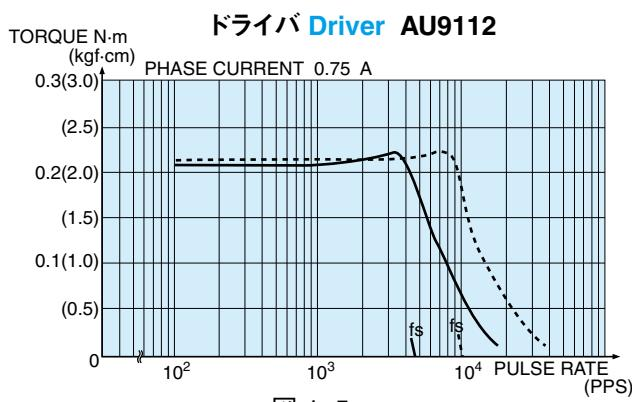
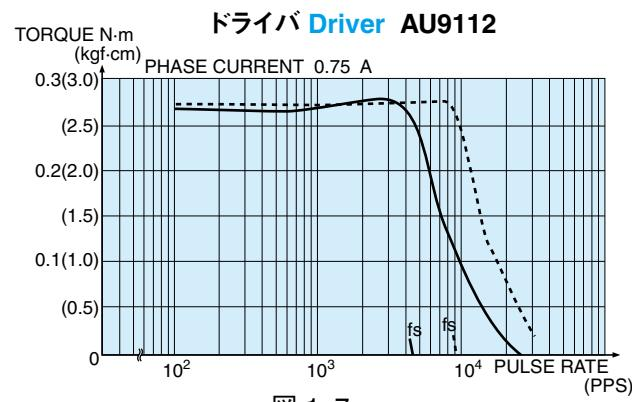
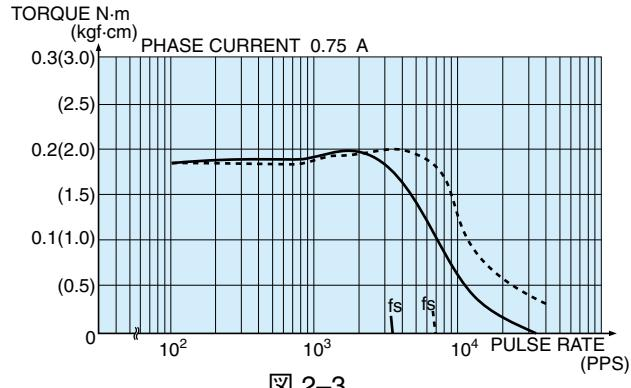
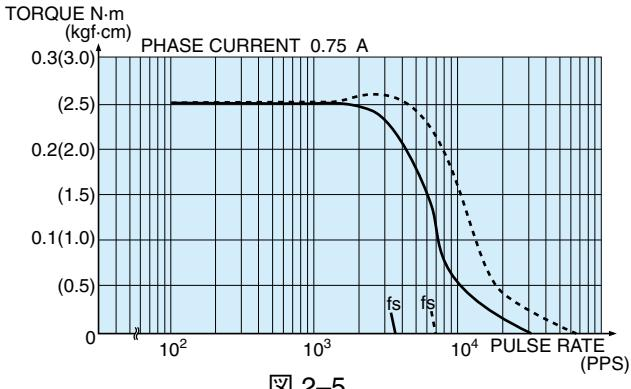

図 1-5
図 1-7
図 2-3
図 2-5
| TS3667N2E5 | TS3667N12E5 | 0.72 | 1.65 | 0.75 | 2.2 | 0.18 (1.8) | 39 | 54 | 0.24 | 図 1-5 Fig. | 図 2-3 Fig. | — | — |
| TS3667N3E7 | TS3667N13E7 | 0.72 | 1.65 | 0.75 | 2.2 | 0.24 (2.4) | 47 | 68 | 0.31 | 図 1-7 Fig. | 図 2-5 Fig. | — | — |
| TS3624N2E3 | TS3624N22E3 | 0.72 | 2.55 | 0.75 | 3.4 | 0.6 (6.0) | 56.5 | 220 | 0.7 | 図 1-3 Fig. | 図 2-3 Fig. | 図 3-3 Fig. | —— |
| TS3624N3E5 | TS3624N23E5 | 0.72 | 2.52 | 1.4 | 1.8 | 1.3 (13) | 86.5 | 440 | 1.2 | 図 1-5 Fig. | 図 2-5 Fig. | 図 3-5 Fig. | —— |